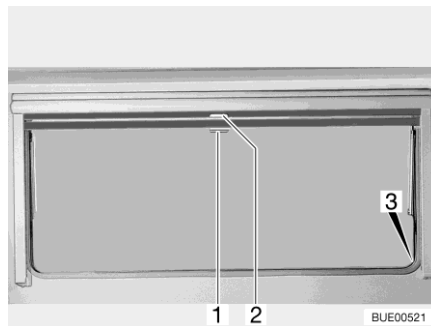

Bild 74 Överkantshängt fönster
- Drag ned mörklägningsrullgardinen med handtaget (Bild 74,2). När mörklägningsrullgardinen dras ned helt fäster man det man i spärrarna (Bild 74,3) på båda sidorna på fönsterkarmen.
- När mörklägningsrullgardinen är helt neddragen: Tryck ned handtaget (Bild 74,2) och drag det något inåt. Nu kan man ta loss mörklägningsrullgardinen ur spärrarna på båda sidorna av fönsterkarmen.
- När mörklägningsrullgardinen inte är helt neddragen: Drag handtaget (Bild 74,2) lätt nedåt tills spärren släpper.
- Drag ner insektsnätet med handtaget (Bild 74,1) och fäst det i spärrarna (Bild 74,3) på båda sidorna av fönsterkarmen.
- Tryck ned handtaget (Bild 74,1) och drag det något inåt. Lossa insektsnätet ur spärrarna på båda sidorna av fönsterkarmen.